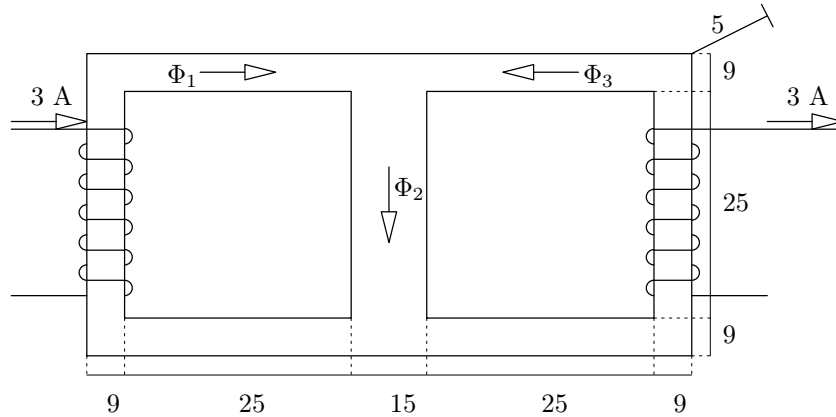

Figura 9.4: Circuito magnético del problema 15.
15. Cada una de las bobinas del circuito magnético de la figura 9.4 tiene 200 vueltas y la permeabilidad relativa del núcleo es 1.000. Las cotas están en cm. Calcula: a) el flujo de cada una de las columnas; b) la densidad de flujo magnético en cada una de las columnas. En la figura, las medidas están expresadas en cm.